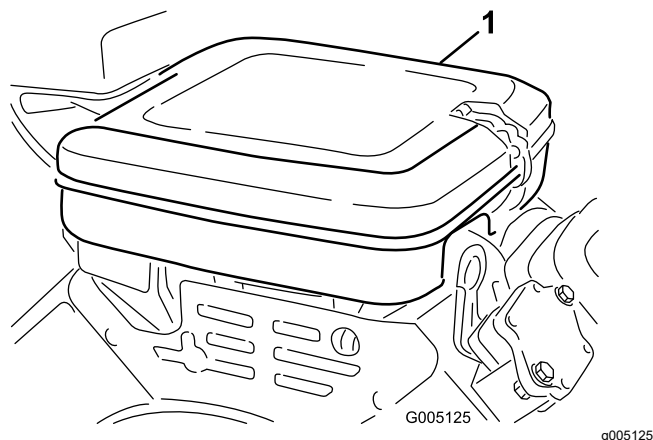

Figure 33
1. Nettoyez le couvercle du filtre à air (Figure 33).